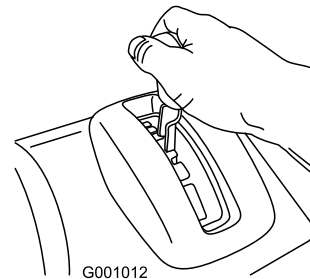

Figura 11
- Coloque el selector de velocidades en la posición deseada de avance, asegurándose de que se bloquea en la muesca (Figura 11).